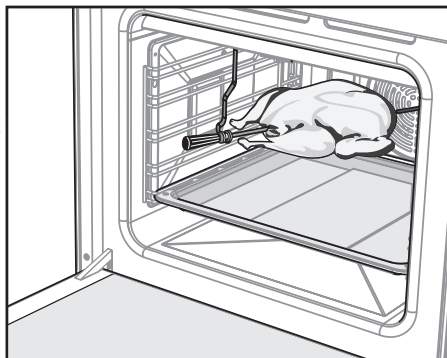

Рис.26
- Насадите на штык кусок мяса или тушку птицы (привязав крылья и ноги к тушке) и закрепите его вилками посредством крепежных винтов. Штык вертела располагается по диагонали внутри духовки. Закрепленный на штыке кусок мяса должен находиться точно под грилем (рис. 26).